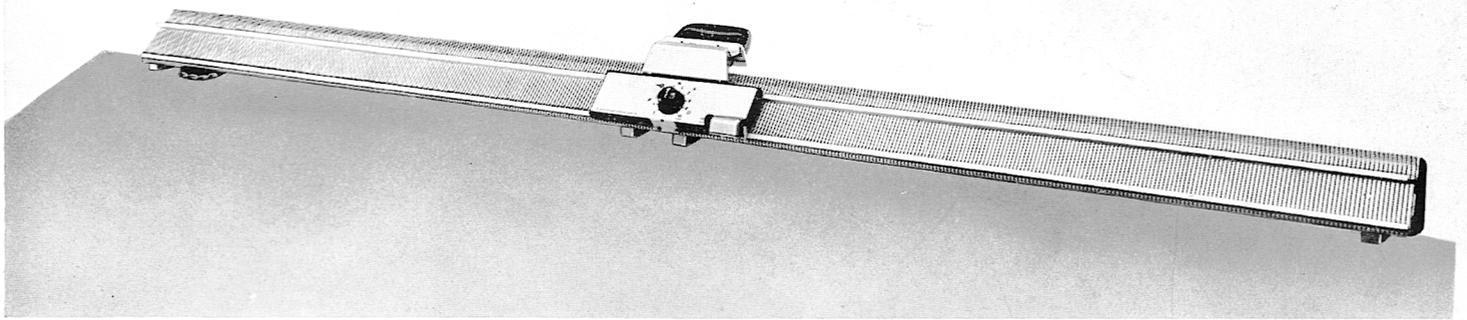

Fig. 13
**Apparat in doppelter Länge.** Fig. 13. Für sehr grosse Strickbreiten (Kimono, Decken, Schals usw.) lassen sich die beiden Nadelbetten ohne grosse Mühe aneinanderfügen, so dass über die doppelte Länge gestrickt werden kann.